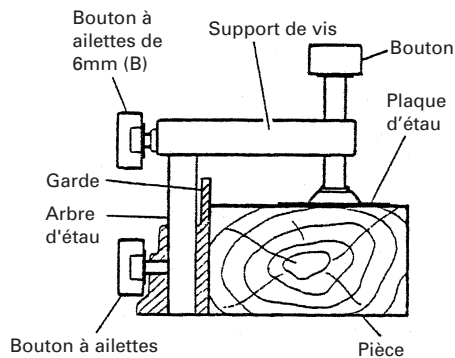

Fig. 24
- (1) L'ensemble d'étau se monte soit sur la garde gauche (garde (B)), soit sur la garde droite (garde (A)), en desserrant le bouton à ailettes de 6mm.
- (2) Le support de vis se relève ou s'abaisse en fonction de la hauteur de la pièce en desserrant le bouton à ailettes de 6mm (B). Après le réglage, resserrer fermement le bouton à ailettes de 6mm (B) et fixer le support de vis.
- (3) Tourner le bouton supérieur et fixer solidement la pièce en place (Fig. 24).